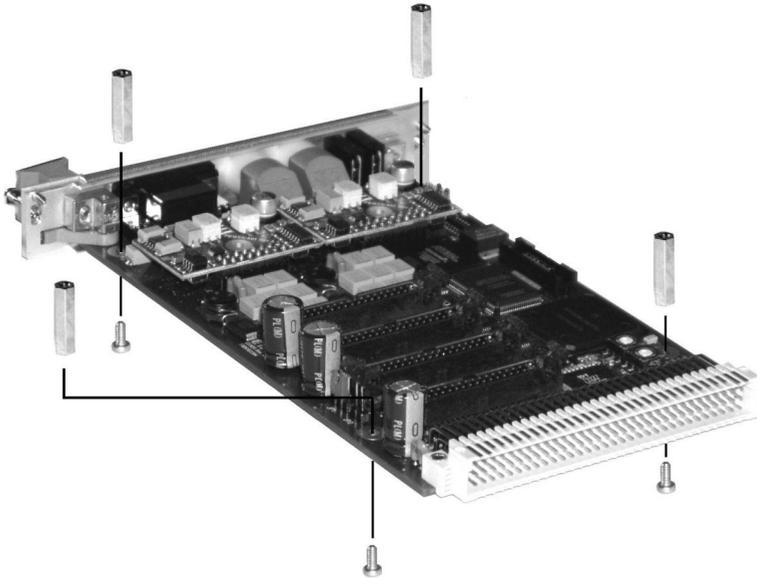

Abb. 4-4 Distanzbolzen auf ES1651.1-B Carrier Board montieren
- Schrauben Sie alle vier Distanzbolzen auf das ES1651.1-B Carrier Board (Distanzbolzen auf Bestückungsseite, Schrauben auf Lötseite, siehe Abb. 4-4)